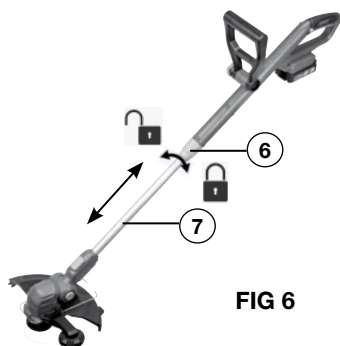

FIG 6
AJUSTE DE LA ALTURA (FIG 6)
Para ajustar la altura de la recortadora, Afloje el acoplador del poste (6) girándolo en sentido horario, como se muestra en la FIG 6. Mueva el poste (7) hacia arriba o hacia abajo a la altura deseada y luego apriete el acoplador girándolo en sentido antihorario.